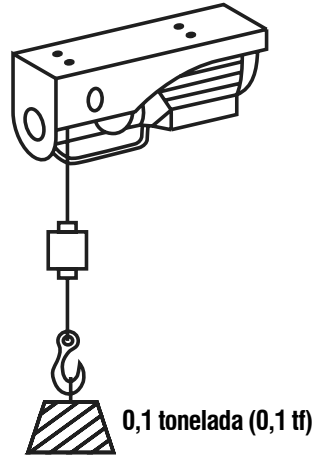

Fig. 15 – El winche con la configuración simple
c. Con la configuración simple, sin el gancho con la polea de inversión, la capacidad de carga máxima é de 0,1 tonelada (0,1 tf) (Fig. 15), con elevación máxima de 12 metros de altura.